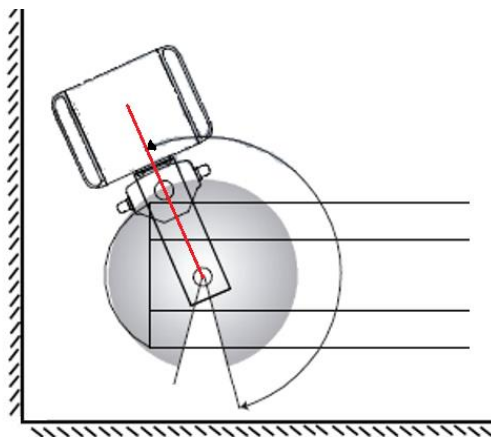

Fig. 21 Bevestiging van de aanslag links van een kolom met verlengarm.
naar links moet brengen en vervolgens de eerder verwijderde inbusschroef ② moet plaatsen, zoals weergegeven in afbeelding 21.